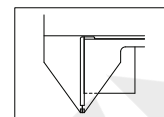

Fig.1
(1) Método de calibração para a posição '0' da régua de espessura de dentes: limpe as superfícies de medição das duas mandíbulas de medição, mova a estrutura da régua de espessura de dentes para fazer com que as duas superfícies de medição entrem em contato, conforme mostrado na Fig. 1. Após o contato ficar estável, a linha gravada '0' no corpo da régua vernier deve coincidir com a linha gravada '0' no corpo da régua; a linha gravada na extremidade do vernier deve coincidir com a linha gravada correspondente no corpo da régua.